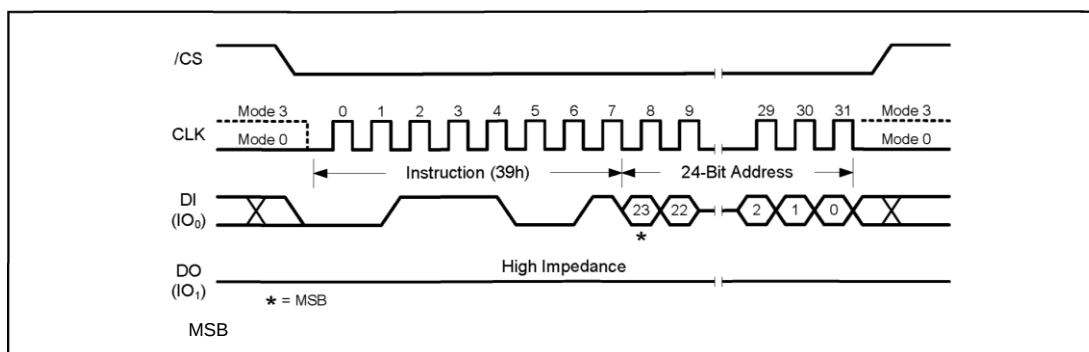

Рисунок 42 – Диаграмма инструкции Individual Block Unlock
Для разблокировки конкретного блока или сектора, как показано на рис. 42, должна быть подана команда Individual Block/Sector Unlock, для чего нужно подать низкий уровень на /CS, подать код инструкции "39h" на контакт Data Input (DI) по нарастающему фронту CLK, затем 24-битный адрес, а затем подать высокий уровень /CS. Прежде чем устройство примет инструкцию блокировки отдельных блоков/секторов Global Block/Sector Unlock, должна быть выполнена инструкция Write Enable (бит регистра состояния Status Register WEL=1).